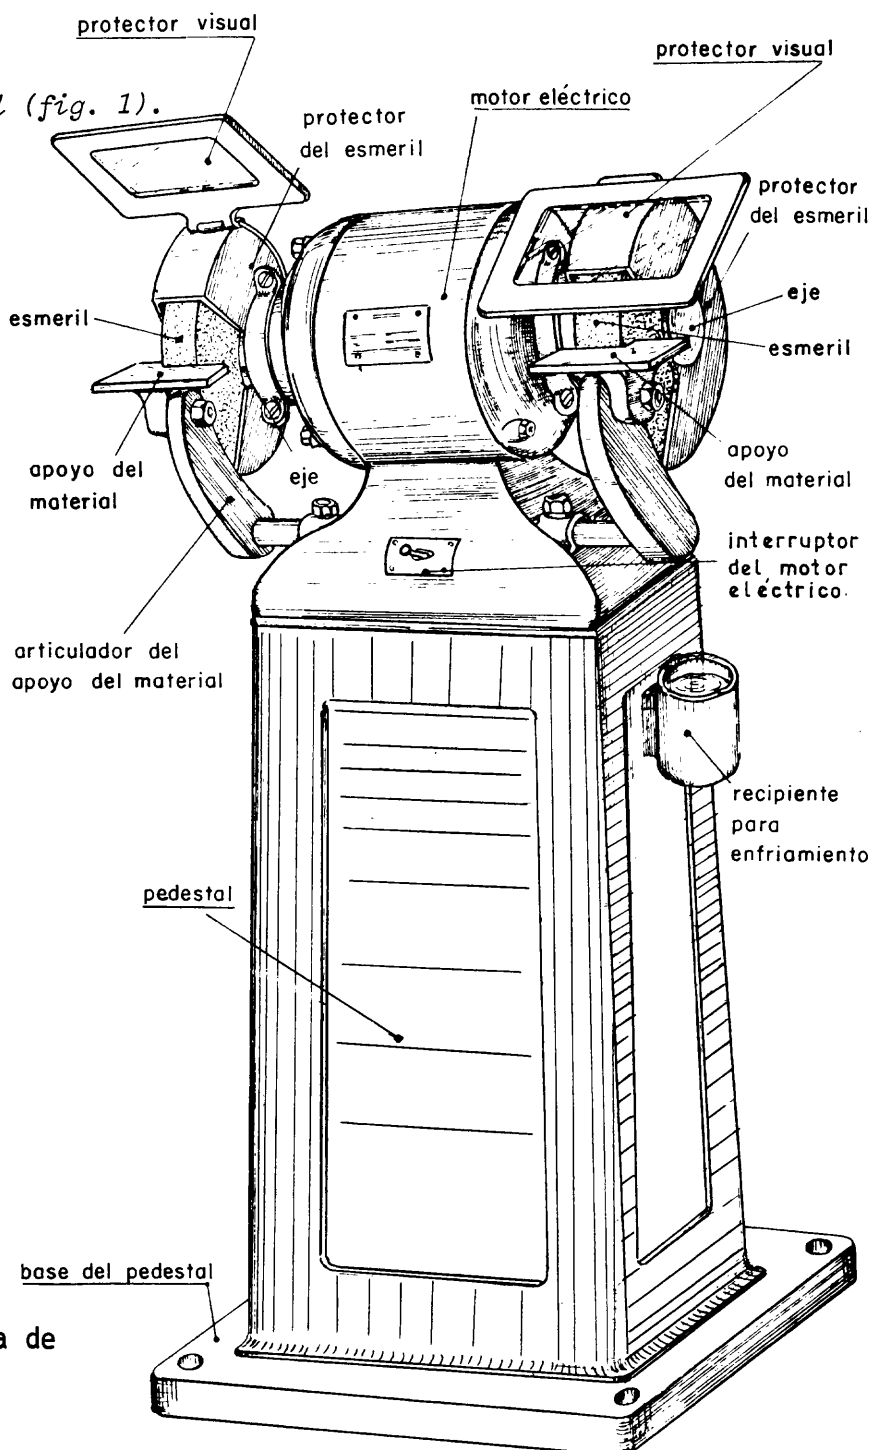

Fig. 1 Esmeriladora de pedestal
Esmeriladora de pedestal (fig. 1).
- e) *Protector visual* - lo indicado en la fig. 1 es el más práctico para trabajos generales.